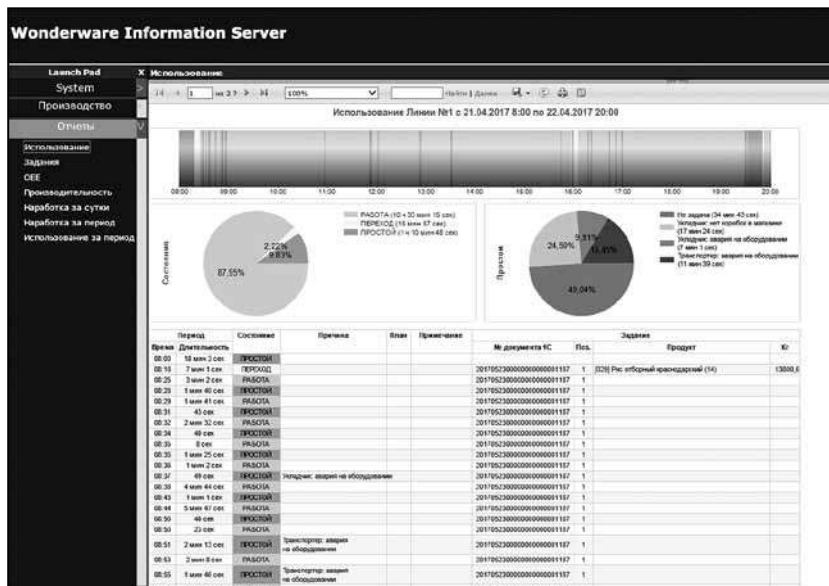

Рис. 3. Примеры отчетности, предоставляемые в Wonderware Information Server
- Формирование отчетных форм. Для неоперативных пользователей консолидированная информация доступна на интерактивных отчетных формах через Web. Эта информацию могут просматривать авторизованные пользователи внутренней и/или корпоративной сети. Технически решение реализовано с использованием Wonderware Information Server. В Web доступны следующие виды отчетов: использование линии; наработка оборудования по часам и по операциям в разрезе часа и суток; производительность фасовочных автоматов; OEE (общая эффективность оборудования); простои с указанием длительности и причины. Примеры отчетов представлены на рис. 3.